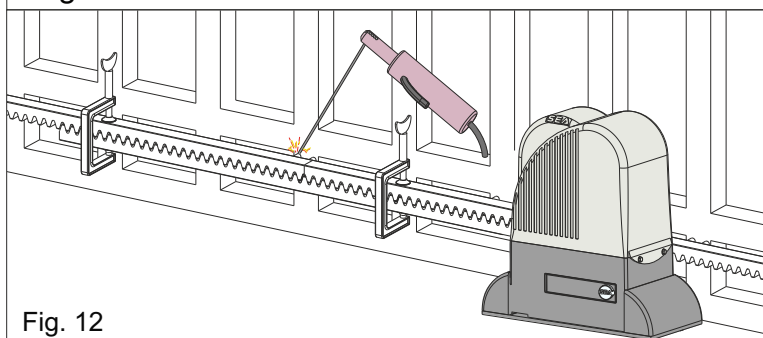

Fig. 12
5.4. Vérifier que tous les éléments de la crémaillère sont parfaitement alignés et positionnés correctement (**denture en phase**). Il est conseillé d'opposer deux éléments successifs avec un troisième élément - Fig. 12